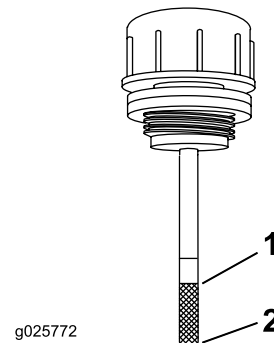

Figura 70
5. Limpie la zona alrededor de la varilla del depósito de sistema hidráulico (Figura 70).
6. Retire la varilla del depósito del sistema hidráulico (Figura 70).
8. Retire la varilla e inspeccione el extremo (Figura 70). Si el nivel de fluido está en la marca de añadir, vierta lentamente en el depósito hidráulico solo la cantidad de fluido necesaria para que el nivel llegue hasta la marca de lleno.